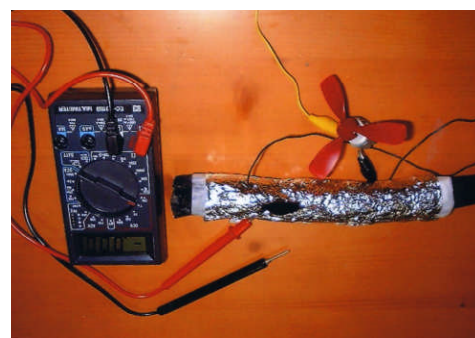

図1 完成した炭電池
- ④ キッチンペーパーの上からアルミホイルをまく。
- ⑤ プロペラをつけたモーターをミノムシクリップで図1のようにつなげる。モーターがまわるかどうかを調べる。またテスターで電圧を調べる